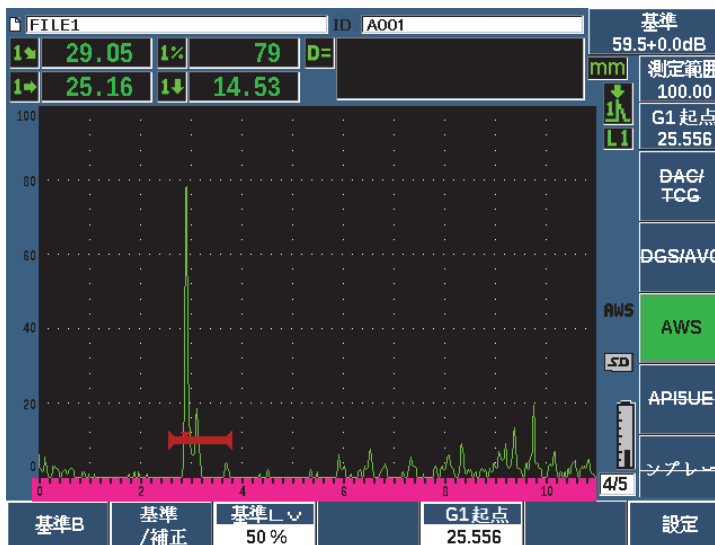

図 11-19 保存の前の基準 B 値
3. **AWS > 基準 B** を選択し、ゲート設定した反射源を**基準 B** として保存し、**はい**を選択して値を承認します（267 ページの図 11-19 参照）。